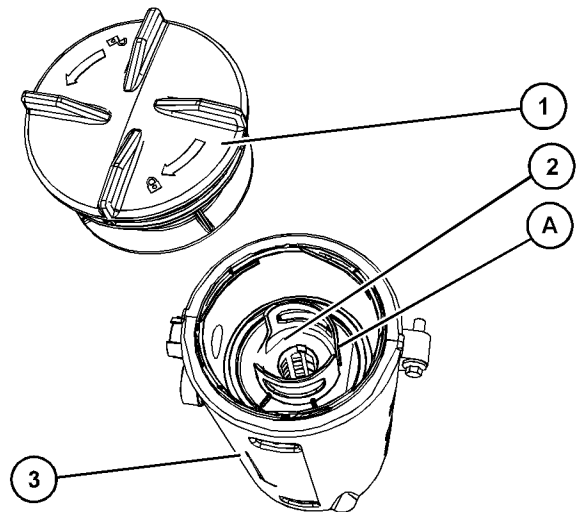

图 57
4. 拆下旧密封件 (4) , 然后安装新密封件。
5. 将新滤清器滤芯安装到呼吸器体 (3) 内并调整滤清器滤芯以对准位置 (A) 。参考图 57 。将滤芯上的位置 (A) 与盖上的位置 (B) 对准。